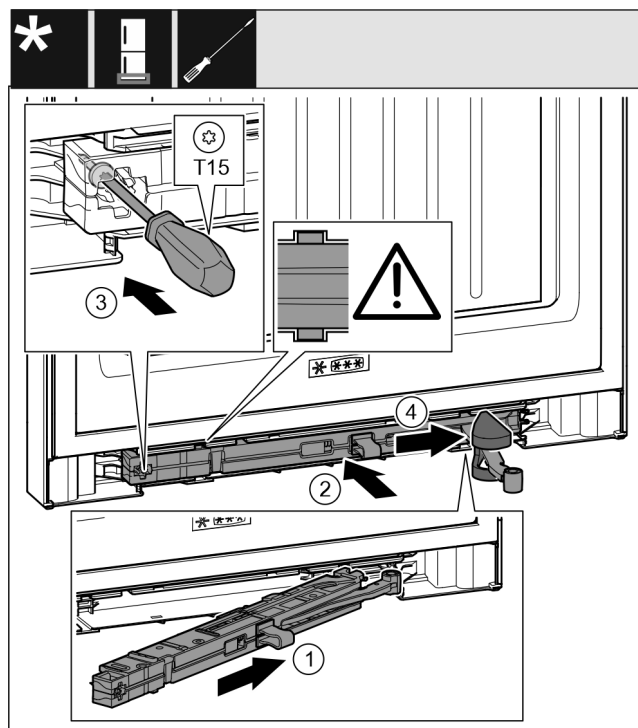

Fig. 40
- ▶ Pe partea suportului de lagăr împingeți înclinat unitatea amortizorului de închidere Fig. 40 (1) până la opritor în degajare.
- ▶ Împingeți unitatea amortizorului de închidere Fig. 40 (2) complet în degajare.
- ▶ Îșurubați ferm șurubul Fig. 40 (3) cu o șurubelniță.
- ▶ Împingeți capacul Fig. 40 (4) peste articulație.